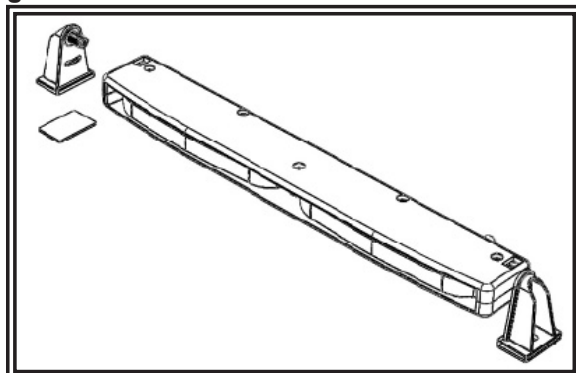

**Figure 4**
2. Installer le support de déflecteur comme indiqué à la figures 4 & 5. Serrer doucement l'écrou à la main.